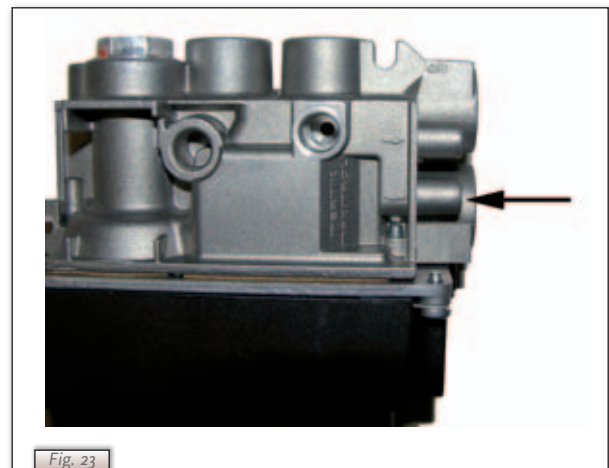

Fig. 23
- ➡ **Controleer de voordruk; zie Fig. 23 voor de meetnippel op het gasregelblok**